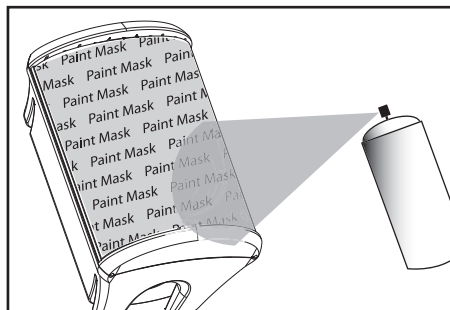

FIGURE 7
2. When the primer is completely dry, apply the finish color [figure 7].
2. Lorsque la peinture d'apprêt est complètement sèche, appliquez la peinture de finition [figure 7].